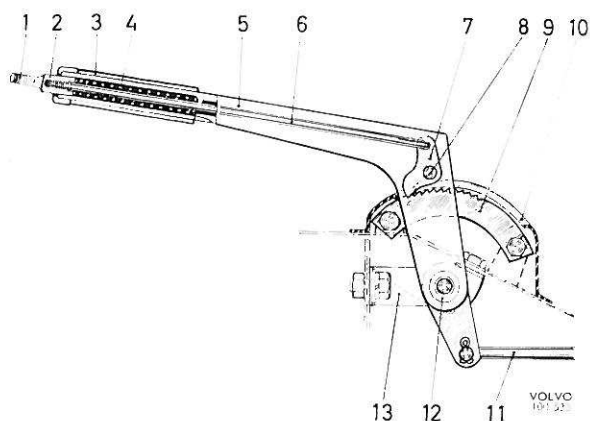

Fig. 51. Détail du frein à main.
2. Enlever la goupille fendue et étirer les câbles de telle manière que la tige de commande (11, Fig. 51) puisse être démontée du levier. Déposer le support (13).
5. Dévisser la vis d'arrêt et démonter l'étrier de serrage (1, Fig. 51) et le bouton-poussoir (2). Sortir le ressort (4) du levier. Enlever le rivet (8) et sortir la tige de commande (6), ainsi que le cliquet de blocage (7).
6. Monter les pièces neuves dans l'ordre inverse au démontage, voir Fig. 51. S'assurer que le rivet est bien fixé, sans toutefois gêner au mouvement du cliquet de blocage. Enduire la bague d'une mince couche de graisse à roulements. Ne pas oublier de verrouiller la tige de commande et de veiller à ce que le caoutchouc de l'axe soit bien étanche.